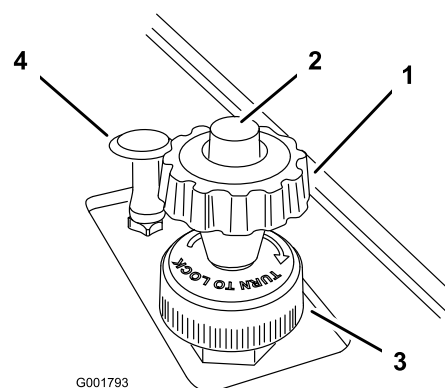

Figure 22
que vous sentiez qu'il touche la pédale d'accélérateur puis relâchez le bouton (Figure 22).
4. Une fois le réglage effectué, vous pouvez bloquer le bouton en tournant la roue de blocage au bas du limiteur de vitesse dans le sens horaire jusqu'à la butée (Figure 22). Pour débloquer le bouton, tournez la roue dans le sens anti-horaire jusqu'à ce qu'il puisse bouger.